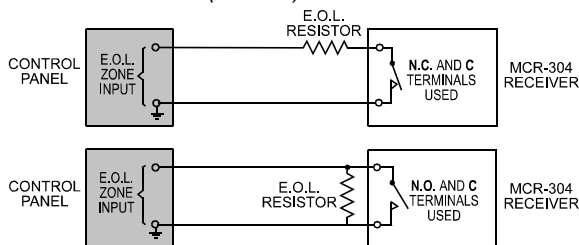

图4. 在继电器输出电路上使用 E.O.L.电阻
4.3 接线(图4~7)
择合适的E.O.L.电阻(见图4)。